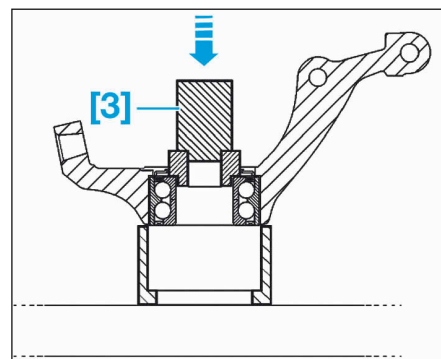

FIG.24
- [3]. Tube de 65 mm pour la dépose du roulement (Fig.24).
- Déposer le roulement en prenant appui sur la bague intérieure à l'aide de l'outil [3] (Fig.24).